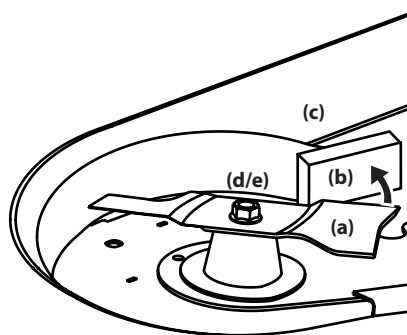

Figure 4-17
3. Enveloppez un chiffon autour de la lame (a) et retenez la lame (a) pour l'empêcher de tourner, ou immobilisez la lame (a) en plaçant un morceau de bois (b) entre la lame (a) et le boîtier du plateau de coupe (c). Voir Figure 4-17.